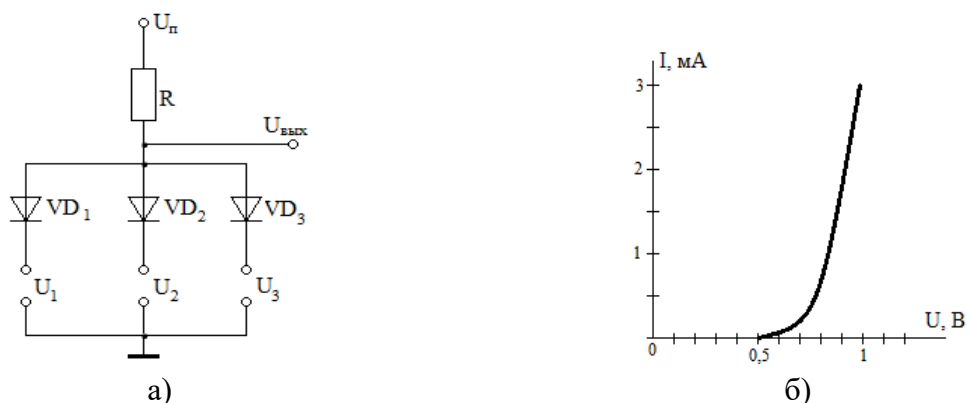

Рисунок 2
- 2) по входным характеристикам (рис. 2, а) найти: постоянную составляющую тока коллектора $I_{к0}$, постоянную составляющую напряжения коллектор-эмиттер $U_{кэ0}$, амплитуду переменной составляющей тока коллектора $I_{мк}$, амплитуду выходного напряжения $U_{мк} = U_{ткэ}$, коэффициент усиления по току K_I , выходную мощность $P_{вых}$, мощность, рассеиваемую на нагрузке постоянной составляющей тока коллектора P_{R0} , полную потребляемую мощность коллекторной цепи P_0 , КПД коллекторной цепи η . Проверить, не превышает ли мощность, выделяемая на коллекторе в режиме покоя $P_{к0}$, максимально допустимую мощность $P_{кmax}$;
- 3) с помощью выходных характеристик (рис. 2, б) определить: напряжение смещения $U_{бэ0}$, амплитуду выходного сигнала $U_{тбэ}$, входную мощность $P_{вх}$, коэффициенты усиления по напряжению K_U и по мощности K_P , входное сопротивление каскада $R_{вх}$, сопротивление резистора $R_б$ и емкость разделительного конденсатора C_p . Диапазон усиливаемых колебаний $80 \text{ Гц} - 5 \text{ кГц}$.